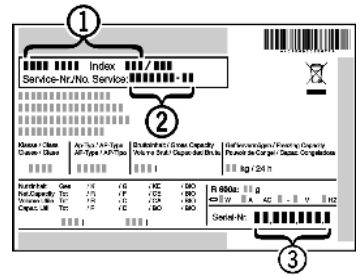

Fig. 17
- ▶ A készülék megnevezését *Fig. 17 (1)*, a szerviz- *Fig. 17 (2)* és sorozatszámot *Fig. 17 (3)* a típustábláról olvassa le. A típustábla a készülék belsejében baloldalon található.
- ▶ Értesítse a vevőszolgálatot a hibáról, és adja meg nekik a készülék megnevezését *Fig. 17 (1)*, a szerviz- *Fig. 17 (2)* és a sorozatszámot *Fig. 17 (3)*.